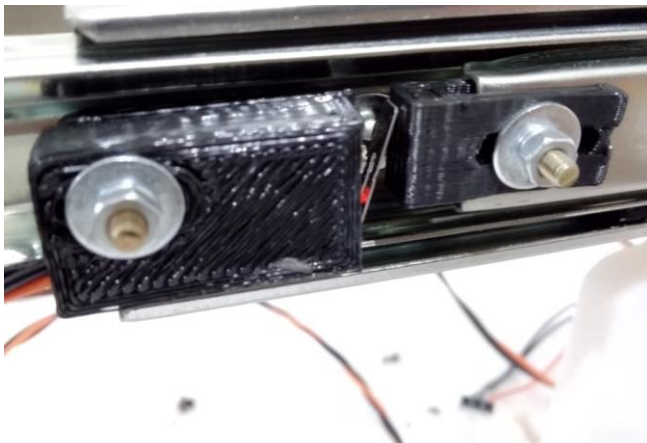

Figura 40 - Suporte chave de fim de curso e batente de fim de curso.
1. Fixar suportes e batente para chave de fim de curso a uma das correias (a qual ficará no lado esquerdo da máquina) conforme Figura 40 e Figura 41